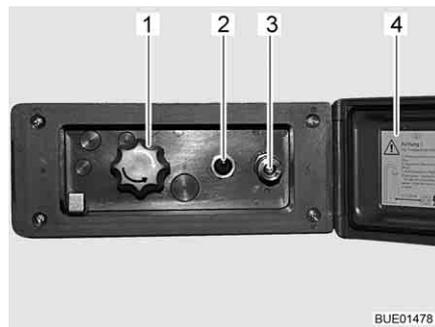

Fig. 113 Branchement de la douche extérieure
- Déverrouiller et ouvrir le couvercle (Fig. 113,4).
- Brancher le flexible de la douche extérieure sur la fermeture rapide (Fig. 113,3).
- Allumer la pompe à eau avec le commutateur (Fig. 113,2).
- Régler la température de l'eau selon ses désirs avec le bouton rotatif (Fig. 113,1).
- Éteindre la pompe à eau avec le commutateur (Fig. 113,2).
- Fermer le couvercle (Fig. 113,4) et verrouiller avec la clé.
- Placer le bouton rotatif (Fig. 113,1) sur la position intermédiaire.